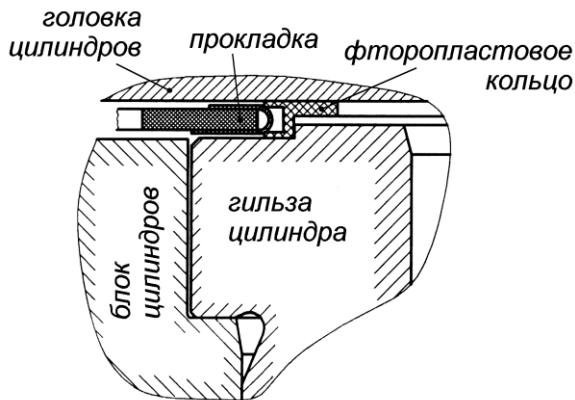

Рис. 8. Схема расположения деталей в месте уплотнения газового стыка
2. Головки цилиндров двигателей ЯМЗ-238БЕ, ЯМЗ-238ДЕ, Д блочные на четыре цилиндра каждая. Конструктивно выполнены в основном аналогично предыдущей блочной головке, но в зоне уплотнения гильз цилиндров нет кольцевых проточек. Стык головки цилиндров, блока и гильзы (рис. 8) уплотняется прокладкой из безасбестового полотна (типа «сэндвич») с окантовками газового стыка цилиндровых отверстий и овальных отверстий для прохода охлаждающей жидкости. В окантовки цилиндровых отверстий вставлены разрезные уплотнительные фторопластовые кольца. Крепление к блоку осуществляется 21-ой шпилькой с шайбами и гайками.